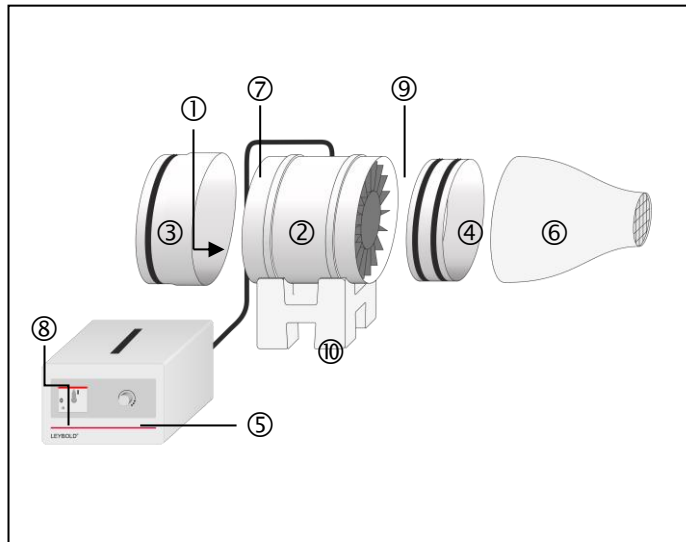
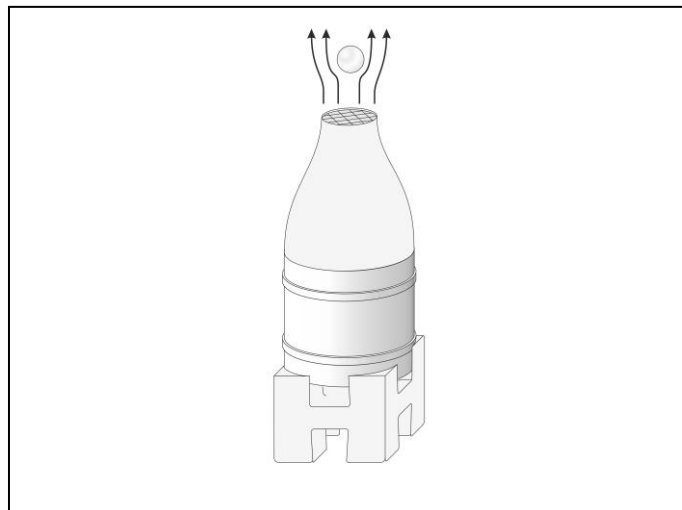

Fig. 1 : Ventilateur aspirant/refoulant
Fig. 3 : Bille de polystyrène dans le flux d'air vertical (utiliser la bague raccord ④ pour le côté refoulement).
Suivant les conditions expérimentales, installer le ventilateur à l'horizontale comme sur la fig. 1 ou à la verticale, sur le socle, comme sur la fig. 3. Vérifier la stabilité du ventilateur avant de le mettre en marche ! Toujours régler la vitesse minimale avec le potentiomètre ⑤ avant de mettre le ventilateur en marche.
- Arrêter le disjoncteur moteur ⑧ (fig. 1) !